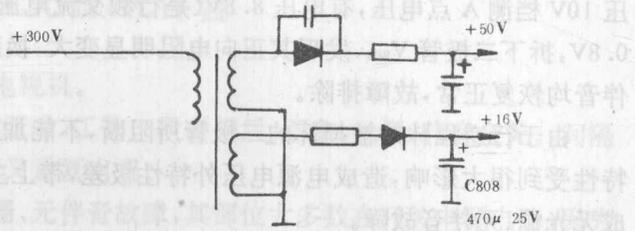

图 3
2. 检测整机电流为 350mA,正常;检测三组电源电压:113V、50V、16V 也均正常(原理图见图 3)。